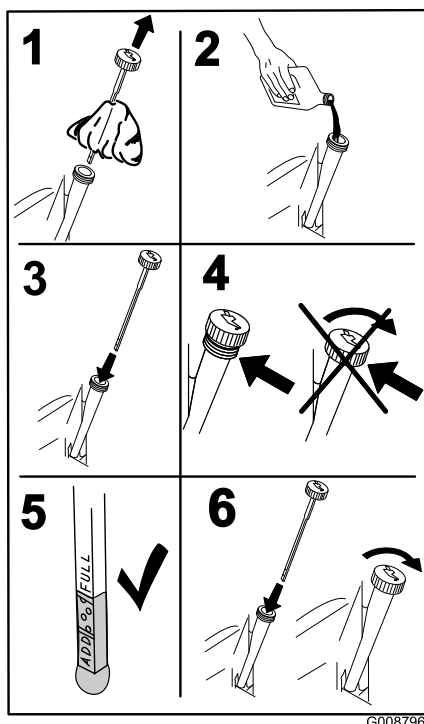

Figura 35
4. Vierta lentamente un 80% aproximadamente del aceite especificado por el tubo de llenado, luego añada lentamente el resto del aceite hasta que llegue a la marca **Full** (Figura 35).